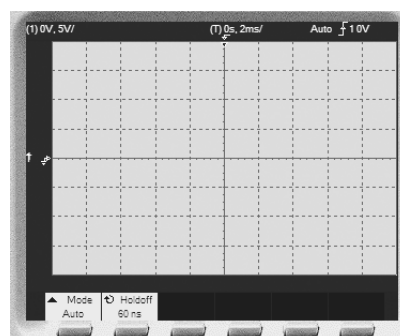

图 6-57 显示区显示数据
2) 单击  按钮，显示区显示如图 6-57 所示的选项设置。